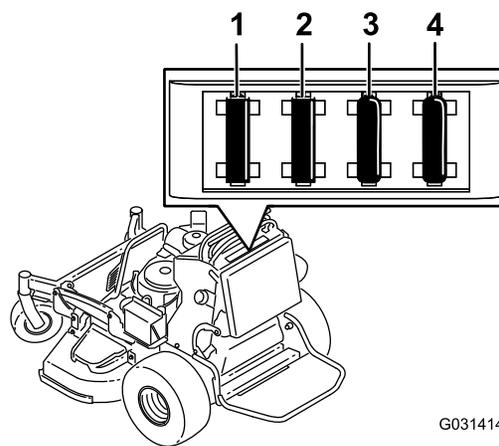

Figura 64
4. Retire o fusível e substitua-o (Figura 64).